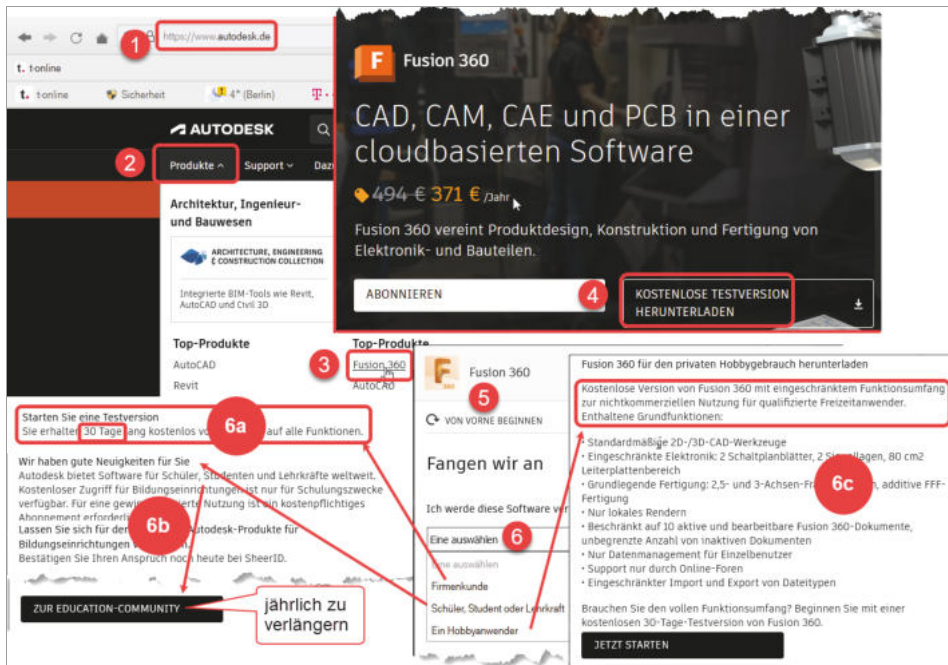

Abb. 1.1: Fusion 360 beschaffen
Die Software FUSION 360 können Sie über die Autodesk-Homepage unter [www.autodesk.de](http://www.autodesk.de) ①, ②, ③ dauerhaft abonnieren (Abbildung 1.1 ④).
Alternativ können Sie die Software 30 Tage lang erst einmal kostenlos testen (Abbildung 1.1 ④, ⑤, 6a).
Als *Student* oder *Auszubildender* können Sie die Software zu Studienzwecken kostenlos nutzen, solange Sie jährlich Ihre Berechtigung nachweisen (Abbildung 1.1 ④, ⑤, 6b). Dazu müssen Sie sich zunächst bei Autodesk anmelden und eine Bescheinigung Ihrer Ausbildungsstätte zufaxen. Nach Akzeptierung durch Autodesk können Sie dann die Software herunterladen.
Es gibt auch für *Hobby-Anwender* eine Möglichkeit, die Software gratis zu nutzen (Abbildung 1.1 ④, ⑤, 6c). Dazu müssen Sie sich registrieren lassen und erhalten eine im Funktionsumfang etwas eingeschränkte Version.